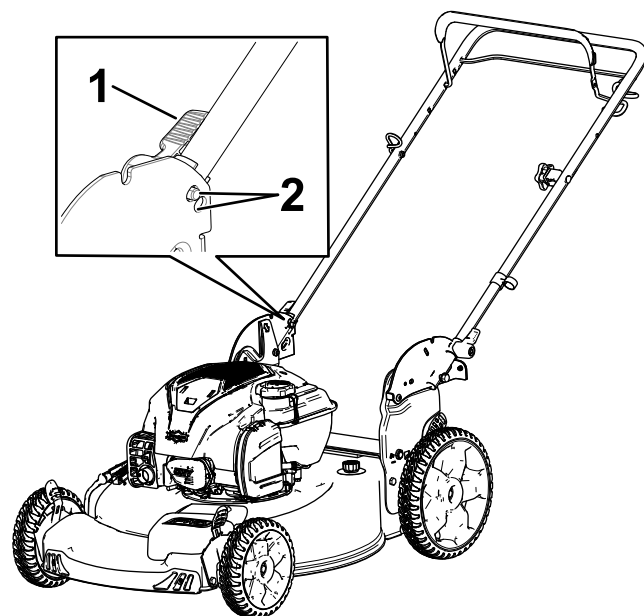

図4
2. ハンドルロック図4のピンをカチッと音がするまで完全にはめる。